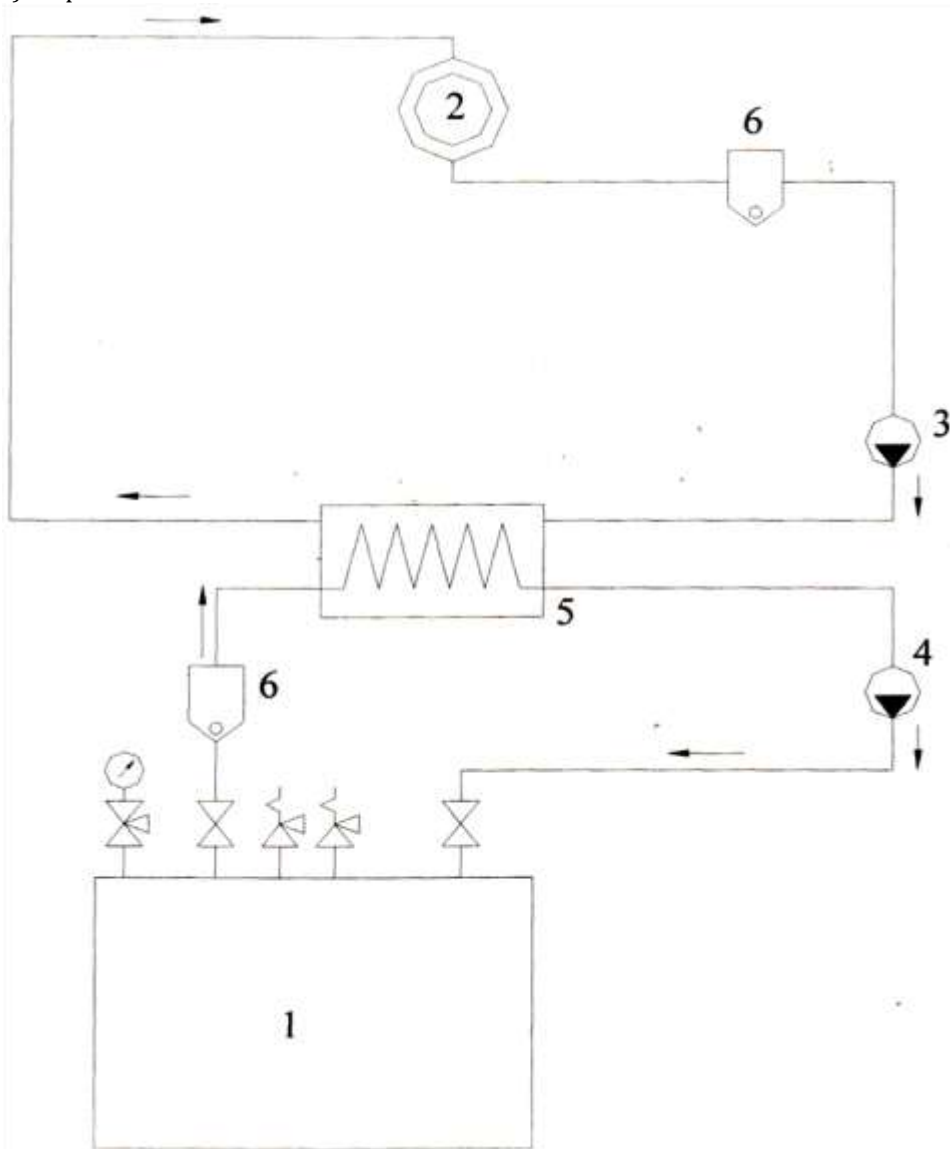

Рисунок 3 - Принципиальная гидравлическая схема (рекомендуемая)
**13.2.2** Обвязку котла следует производить в соответствии с рекомендуемой принципиальной гидравлической схемой (рис.3) и проектом котельной.